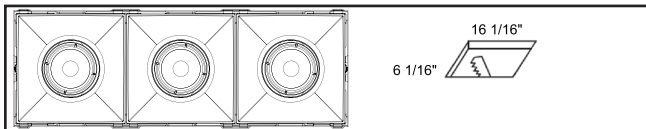

Figure 1.7.
- 3 Light: 16 1/16" X 6 1/16" (Figure 1.7)